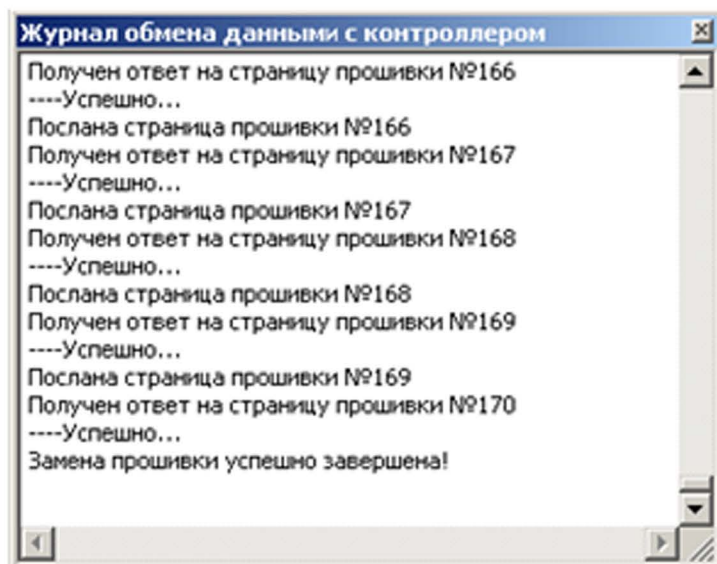

Рисунок 12
8. Появится окно журнала обмена данными с контроллером (рисунок 12):